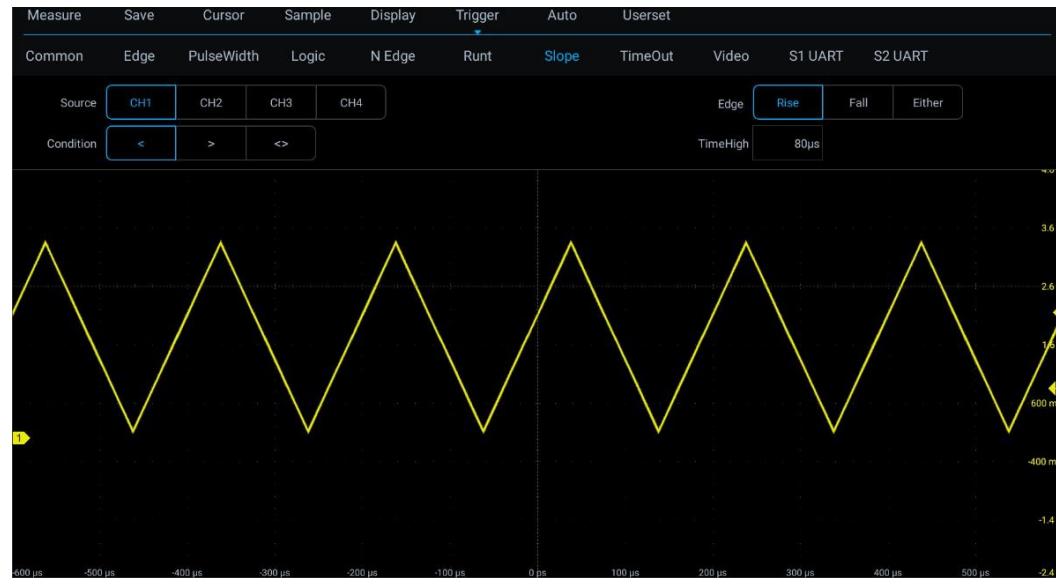

Abbildung 6-27 Menü „Einstellungen für den
- 1) Tippen Sie im Hauptmenü auf „Trigger“, um das Trigger-Menü zu öffnen, wählen Sie unter „Trigger-Typ“ den Flankentrigger aus und stellen Sie den Flankentrigger wie in Abbildung 6-27 gezeigt wie folgt ein: